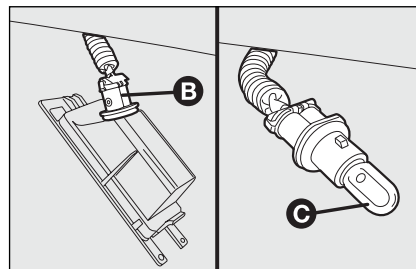

fig. 35
- draai de lamphouder **B-fig. 35** rechtoom;